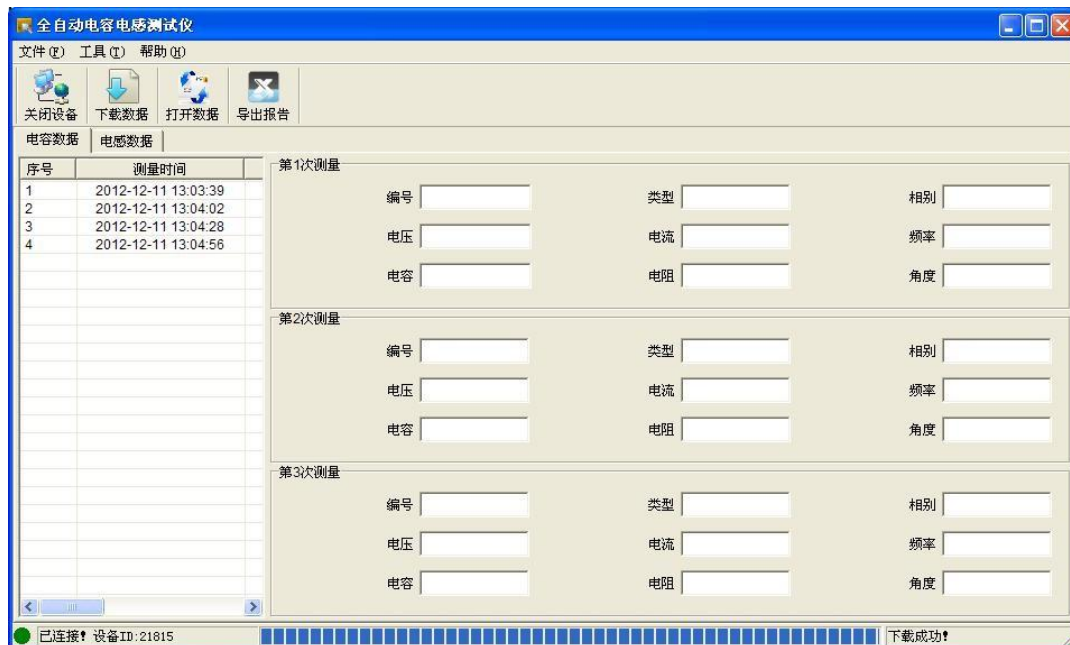

图 4.8 下载数据
点击“确定”按钮，列表显示所下载的电感和电容数据，如图 4.8 所示。
5. 导出报告：在图 4.8 中，选择一行电容数据或电感数据点击“导出报告”生成测试报告文档。电容数据文件名以CDATA 开头，如图 4.12 所示。